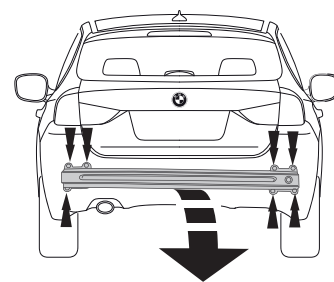

Fig.1
2. Снять бампер вместе со стальным буферным брусом автомобиля буферный брус больше не понадобится. См. рисунок 1.
9. Замените элемент, снятый на шаге 1 и 2, кроме стального бампера. (см. рис. 1+1a).